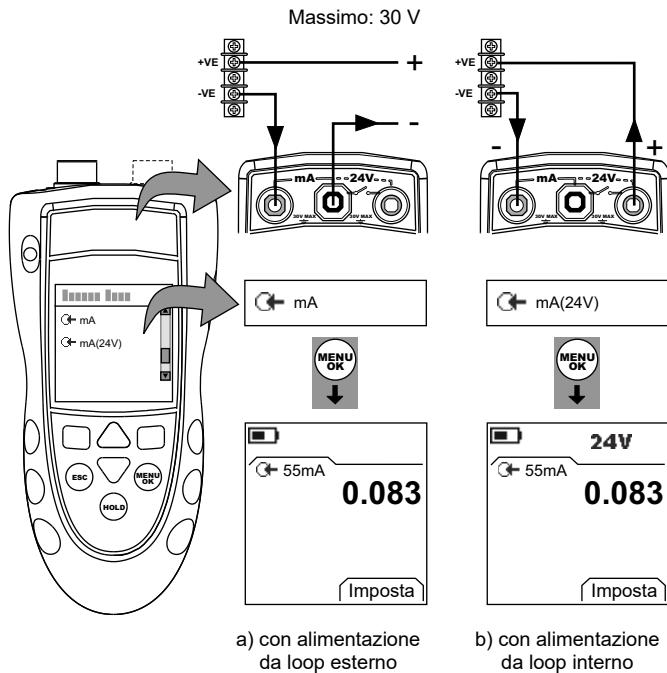

Figura 7: Esempio configurazione – Misurazione di mA
- Collegare lo strumento (Figura 7) e, se necessario, modificarne il *Setup* (Tabella 1).
1. Solo per DPI 802/802P. Collegare lo strumento all'apparecchiatura di calibrazione (Figura 7).